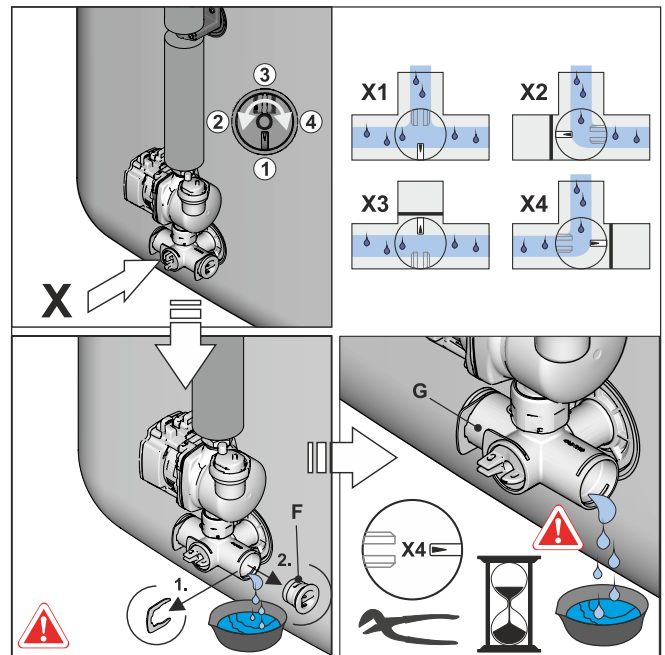

Fig. 59-5 Intercettazione dell'inserto valvola, rimozione del tappo cieco dall'angolare di raccordo
- 5 Regolare l'inserto valvola sull'angolare di raccordo in modo che la via verso il flessibile di scarico venga aperta (vedere anche Fig. 59-5) e scaricare l'acqua presente nel serbatoio dell'accumulatore.